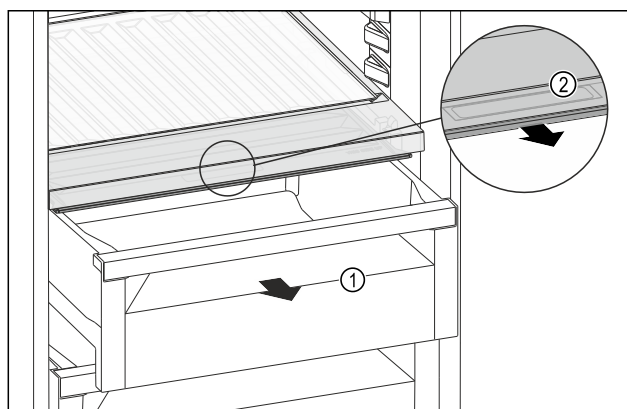

Fig. 107
- Estrarre il cassetto Fig. 107 (1).
- Afferrare la maniglia incassata Fig. 107 (2) sul coperchio dello scomparto e tirare allo stesso tempo in avanti il coperchio dello scomparto.